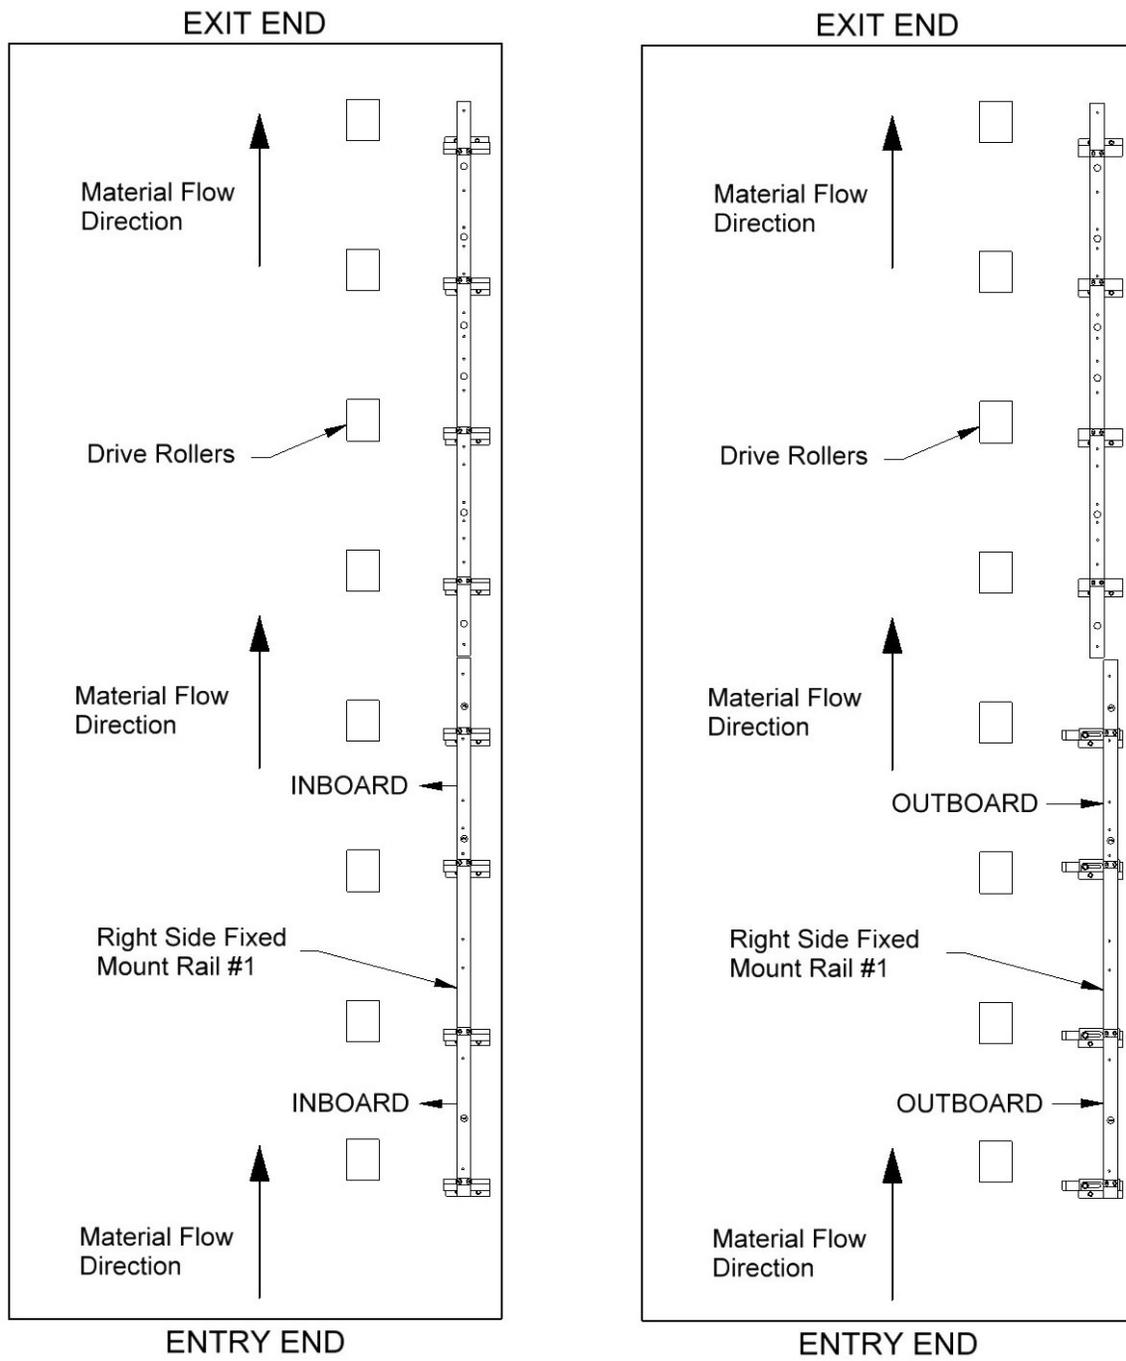

Ilustración 43: Posición interior/exterior
3. Consulte la gráfica de deslizamiento de bloque SSQ (Ilustración 42) y encuentre el perfil que va a estar instalando en la máquina. Esto le va a hacer saber si el carrete de montura del lado derecho debe estar en posición interior o exterior. (Ilustración 43).